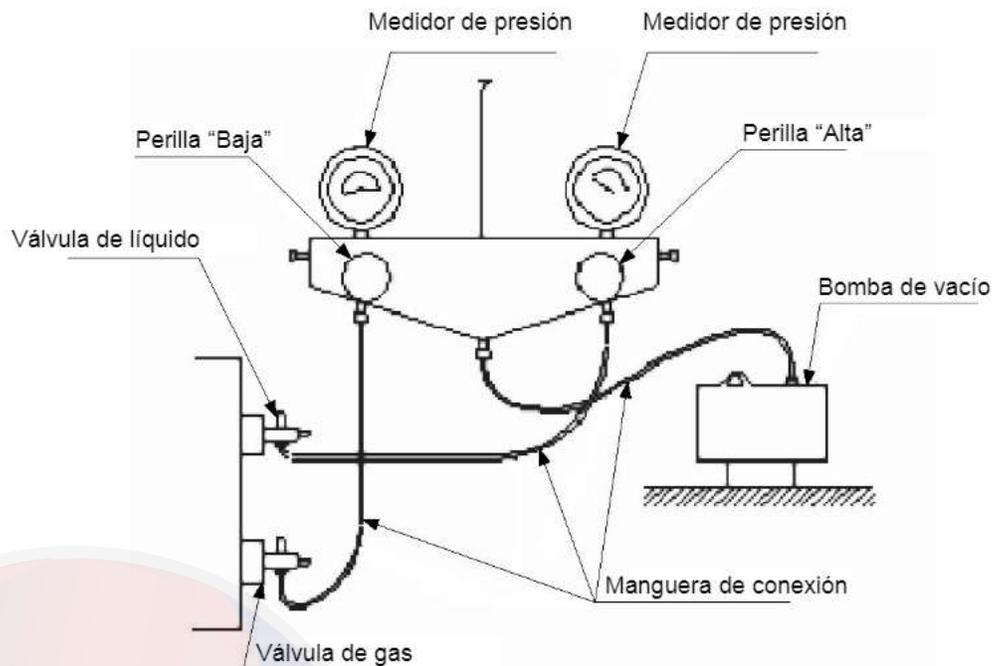

Fig. 9.14
8. Si es posible, use una bomba de vacío para liberar aire de la válvula. Vea la Fig. 9.14.